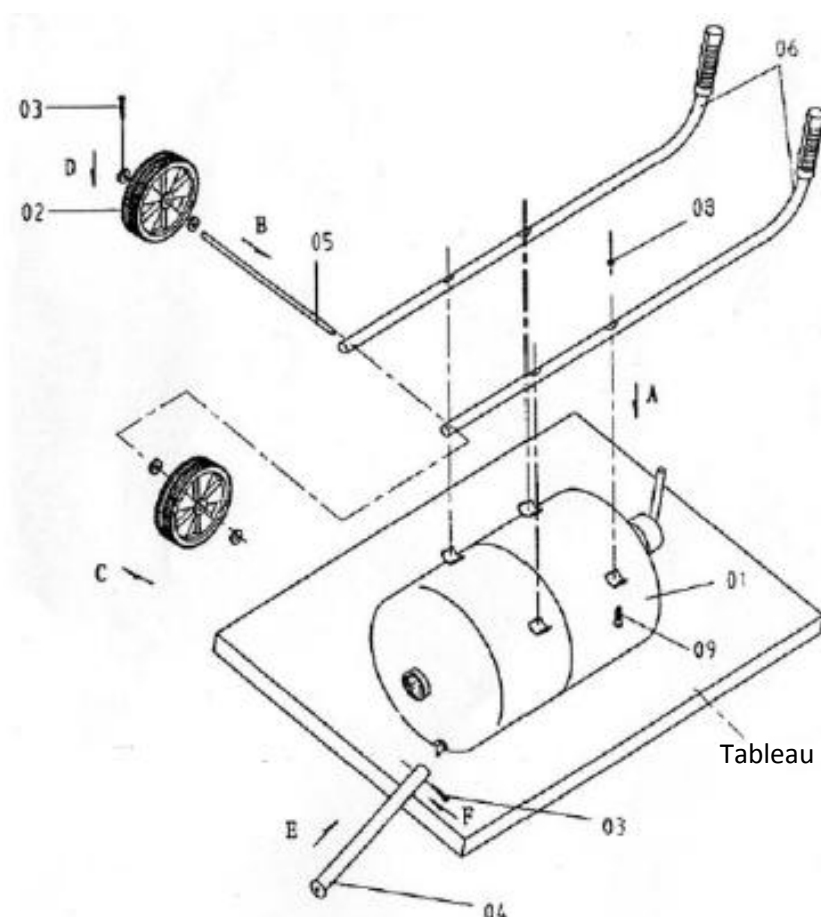

Figure 7
7. Installez les deux poignées (6) sur le réservoir à l'aide de quatre vis (9) et de quatre écrous hexagonaux (8). Notez que les extrémités des poignées sont pliées vers le haut (Figure 7).
8. Insérez l'axe (5) dans les trous situés sur les côtés des poignées sur leur surface inférieure. Placez les roues (2), une à chaque extrémité de l'essieu. Installez les roues avec les rondelles métalliques (31), en plaçant chacune d'elles sur un côté de la roue. Fixez les roues avec une goupille (3).
9. Placez le pied (4) dans le trou correspondant situé au fond du réservoir près du bord. Utilisez la dernière goupille (3) pour fixer le pied au réservoir.